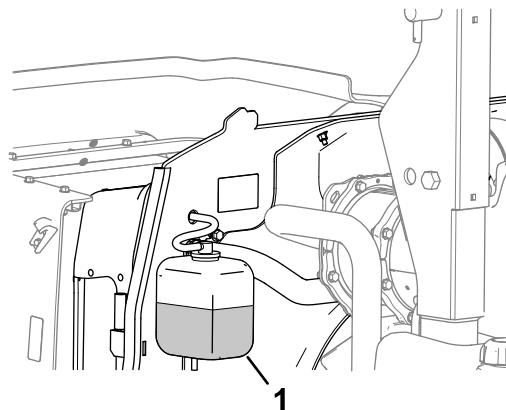

Figura 67
1. Controllate il livello di refrigerante nel serbatoio di espansione (Figura 67).